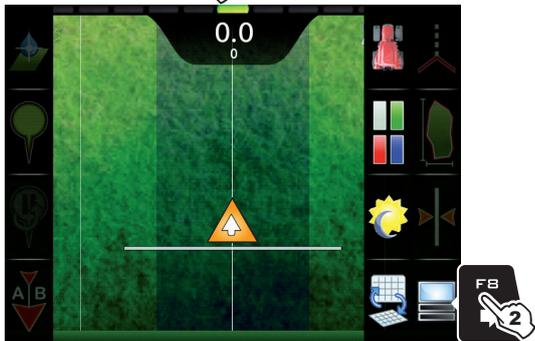

Рис. 339
- 2 Нажмите на **F8**. Появится список вариантов отображения информации на дисплее (Рис. 339). При нажатии кнопки, расположенной сбоку функции, приведет к ее активации: